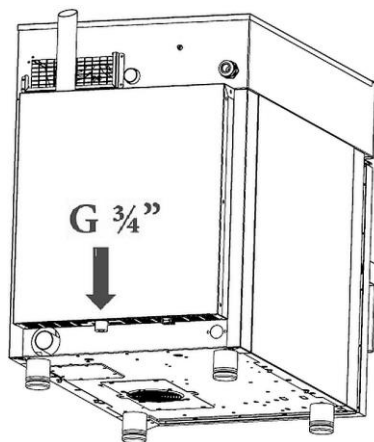

Abb. 4
- Fixer le tuyau d'arrivée d'eau fourni sur le raccord (3/4") de l'appareil. Le raccord se trouve à l'arrière à droite, sous l'appareil (fig. 4).